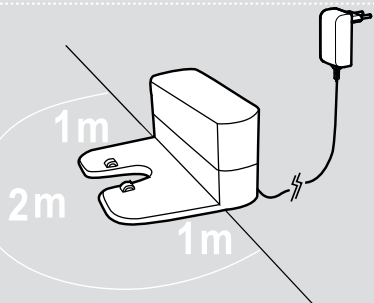

Fig. 2
1. Inserire la spina del trasformatore alla rete di alimentazione e collegarlo alla base di ricarica. **[Fig. 2]**
4. Non depositare oggetti intorno alla base di ricarica, lasciare liberi 2 m davanti e 1 m per ogni lato della base stessa. **[Fig. 2]**